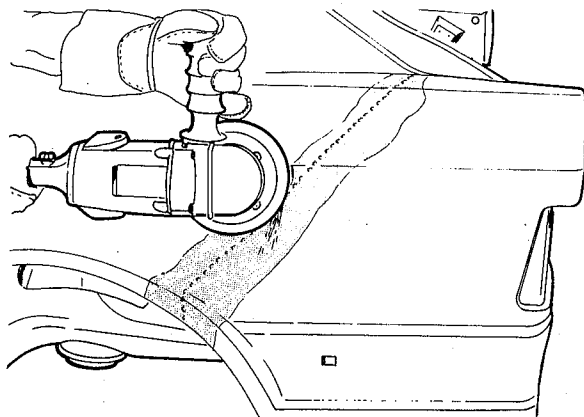

fig. 20
6. Com uma lixadeira portátil lixar as áreas soldadas, retirando o mínimo material possível, para não enfraquecer as juntas (fig. 20)